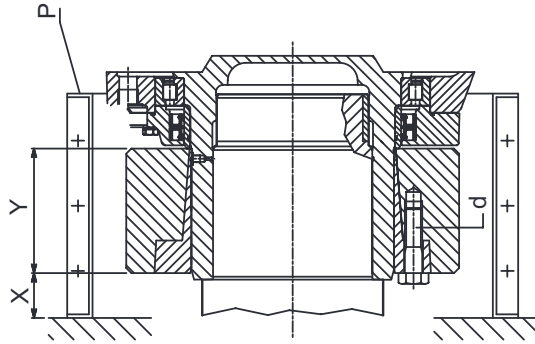

Fig. 4
- 7) Protéger la zone de l'accouplement par des carters protecteurs en tôle (Fig.4 point P) si des pierres, du sable ou d'autres matières peuvent détériorer l'accouplement ou les joints d'étanchéité du réducteur.
- 7) Proteger la zona del empalme con un cárter de chapa (Fig.4, P) si existe el riesgo de que las piedras, la arena u otros materiales presentes en el ambiente de trabajo dañen el empalme o las guarniciones del reductor.
- 6) Parafusar progressivamente os parafusos em seqüência, segundo um esquema circular, com uma chave dinamométrica adequada, escolhida conforme a distância "X" de projeto e tarada com o torque de aperto indicado na tabela. Efetuar a última passada tarando a chave com um torque mais alto de 3 a 5% em relação àquele indicado. **Tarar noamente a chave com o torque indicado na tabela e certificar-se de que nenhum parafuso possa ser apertado novamente, caso contrário repetir o procedimento a partir do item 5. A montagem estará completa e correta se as superfícies frontais do anel interno e externo se encontrarem no mesmo plano.** Não será necessário controlar novamente o torque de aperto após a colocação da junta em serviço.
- 7) Proteger a zona da junta com um cárter metálico adequado (Fig. 4 item P) se for previsto que pedras, areia ou outros materiais possam danificar a junta ou as guarnições de retenção do reductor.